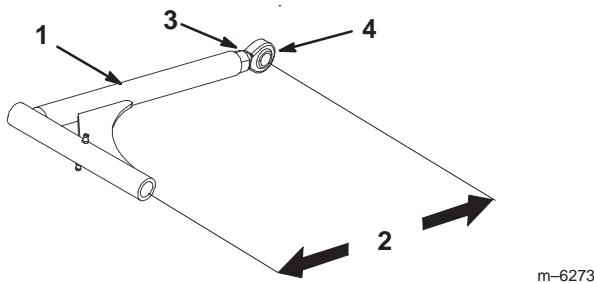

Figure 64
- Pour régler les bras de poussée, desserrez l'écrou de blocage et tournez la rotule dans le sens anti-horaire, un tour à la fois (Fig. 64).
- Réglez chaque côté de la même façon. La longueur nominale de chaque bras de poussé doit être de 389 mm (15-5/16 pouces) (Fig. 64).